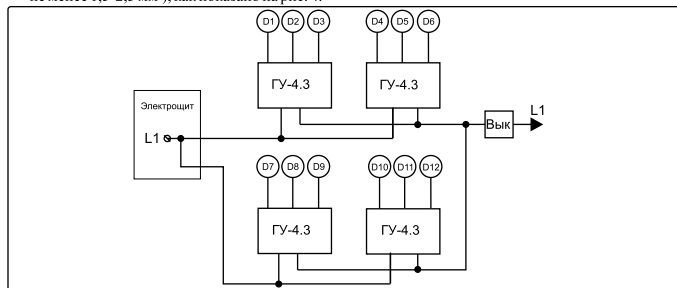

Рисунок 4. Разделение на две группы по питанию.
- Подключить питающую сеть к каждой группе отдельным кабелем (с поперечным сечением жилы не менее 1,5–2,5 мм²), как показано на рис. 4.